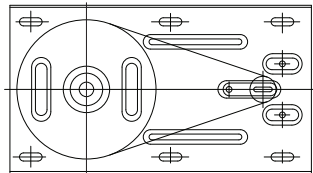

Imagen 2 (soporte principal)
2. Diagrama de la estructura de la placa de soporte del motor (Imagen 2)